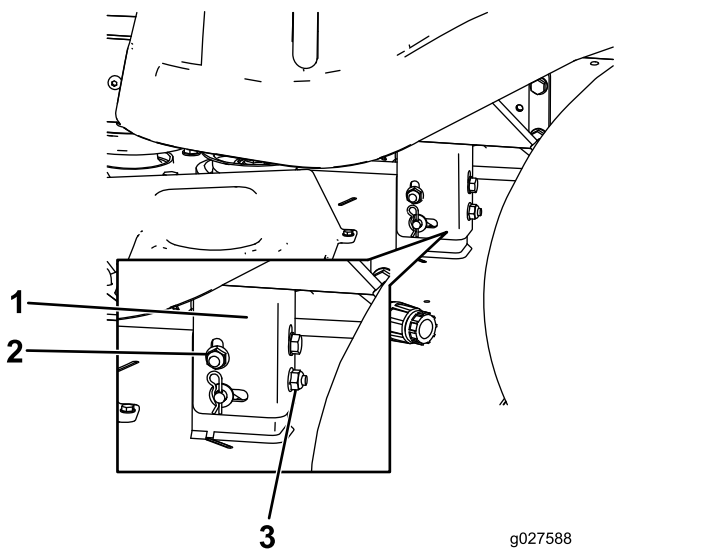

Figure 54
8. Élevez ou abaissez le côté gauche du tablier de coupe en tournant l'écrou arrière (Figure 54).